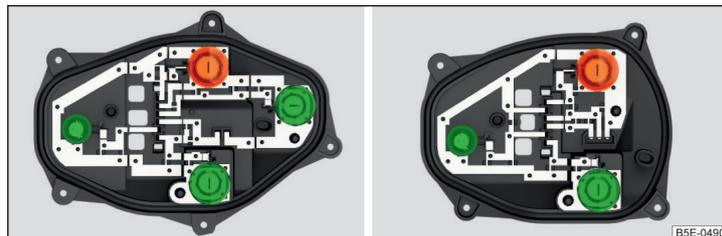

Abb. 252 Innerer Teil der Leuchte: Grundleuchte / Leuchte mit LED-Dioden
- › Die jeweilige Glühlampe » Abb. 252 bis zum Anschlag entgegen dem Uhrzeigersinn drehen und aus dem Lampenhalter herausnehmen.